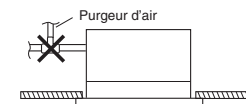

Fig. 3-26
- Ne pas installer de purgeur d'air, car ceci peut entraîner un jet d'eau de la sortie de tuyau de vidange. (Fig. 3-26)